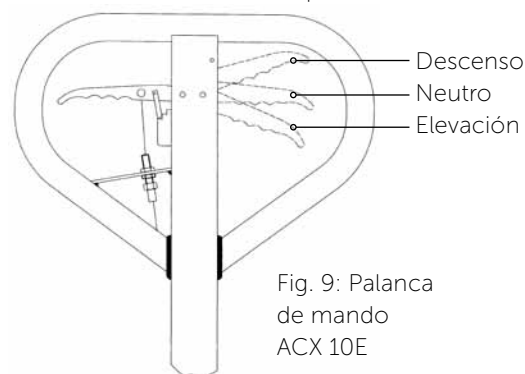

Fig. 9: Palanca de mando ACX 10E
En caso necesario, ajustar la palanca de mando tal como se describe a continuación (fig. 9):
- Si la empuñadura de mando se encuentra en la posición "Descenso" y las horquillas no se mueven hacia abajo, girar la tuerca de ajuste en sentido horario hasta que se produce el efecto que corresponde a la posición de la empuñadura. A continuación, comprobar la posición "Neutra" según la fig. 9 y asegurarse de que la posición de la tuerca de ajuste sea correcta.